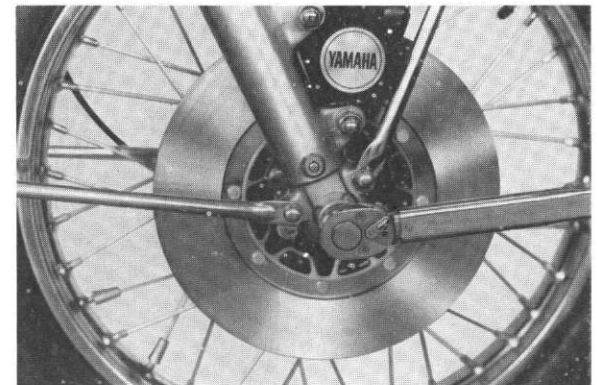

Fig. 12
- c) Install the axle securing nut on the wheel axle. Tighten the axle securing nut, using a torque wrench. (Fig. 12)
- c) Befestigungsmutter an die Radachse anbringen; dann diese mit einem Drehmomentschlüssel festziehen. (Abb. 12)